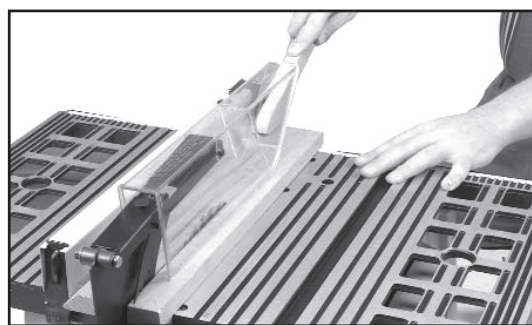

Fig. 41
2. Si el trabajo cortado longitudinalmente tiene menos de 10 cm (4 pulgadas) de ancho, siempre debe usarse una vara para empujar para completar la alimentación, como se muestra en la Fig. 41. La vara para empujar puede realizarse fácilmente a partir de material de desecho, según se explica en la sección **“CONSTRUCCIÓN DE UNA VARA PARA EMPUJAR”**.